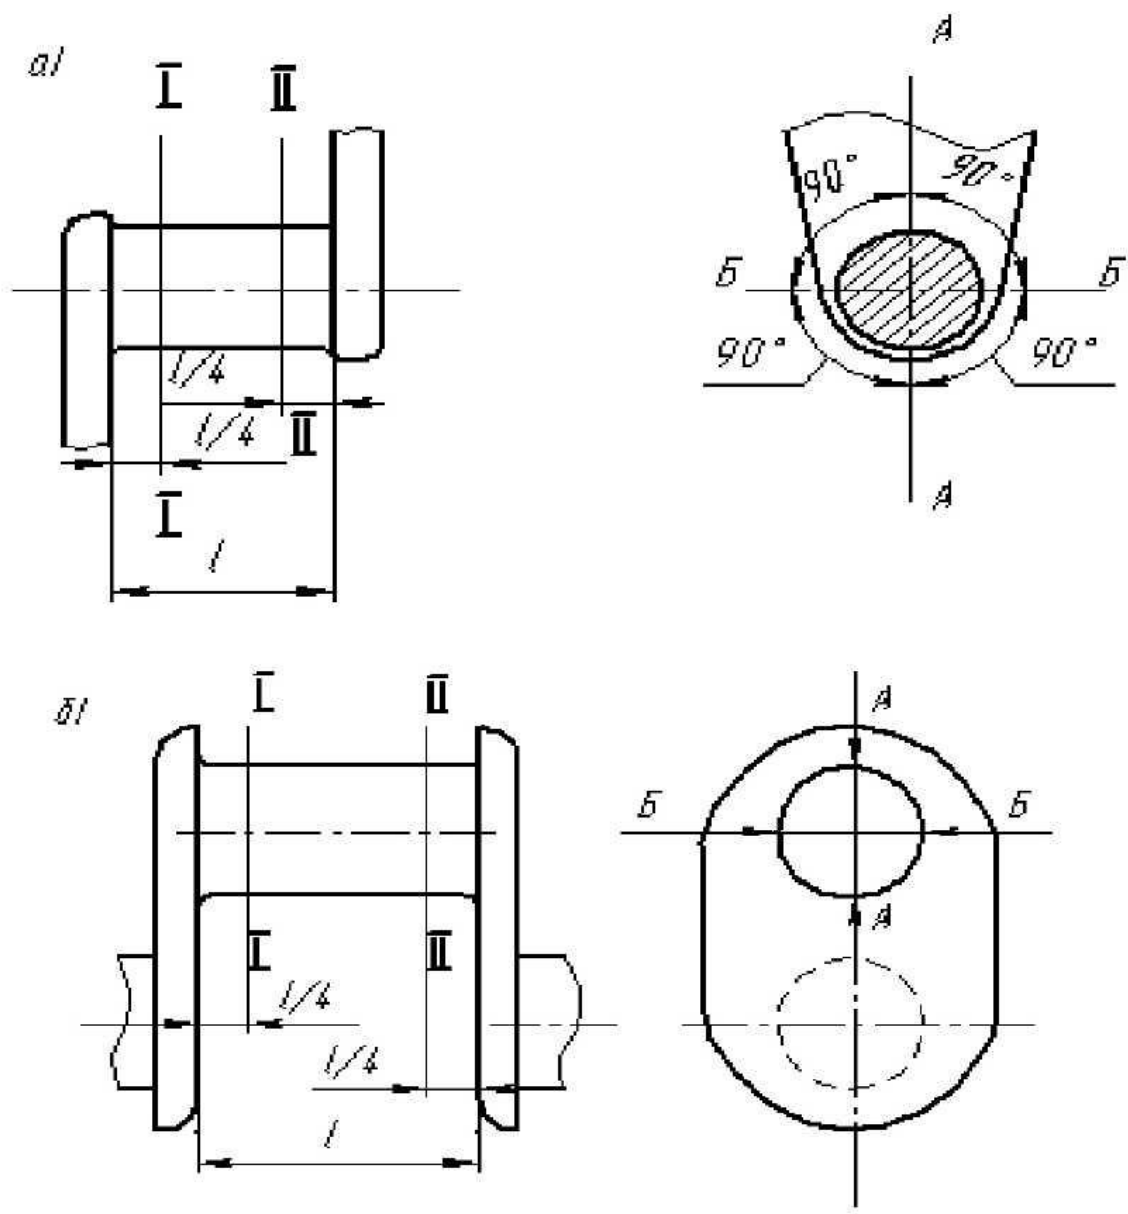

Рис. 1. Схема замера диаметров шеек коленчатого вала:
4. Определить размеры коренных шеек. Измерить диаметры шеек микрометром. Измерения каждой шейки провести в поясах I-I, II-II (рис. 1, а) и двух взаимно перпендикулярных плоскостях А-А и Б-Б (А-А для всех коренных шеек берется в плоскости кривошипа первой шатунной шейки). Пояса находятся у концов шейки на расстоянии, равном 1/4 от ее общей длины; первый пояс ближе к носку вала. Результаты записать в отчет.
5. Определить размеры шатунных шеек. Измерить диаметры шеек микрометром. Измерение каждой шейки провести в поясах I-I и II-II (рис. 1, б) и двух взаимно перпендикулярных плоскостях: первая (А-